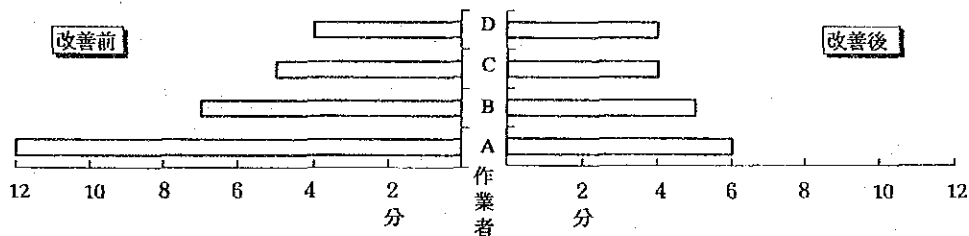

図1-10 作業時間の改善前・後の比較
- (a) 2種類のデータを比較する棒グラフ 図1-9のように2種類の棒を並べて書くことにより、それぞれの比較ができるとともに全体の様子がよく分かります。また図1-10のように横棒グラフを左右に組み合わせることにより、改善効果をはっきりと分かります。